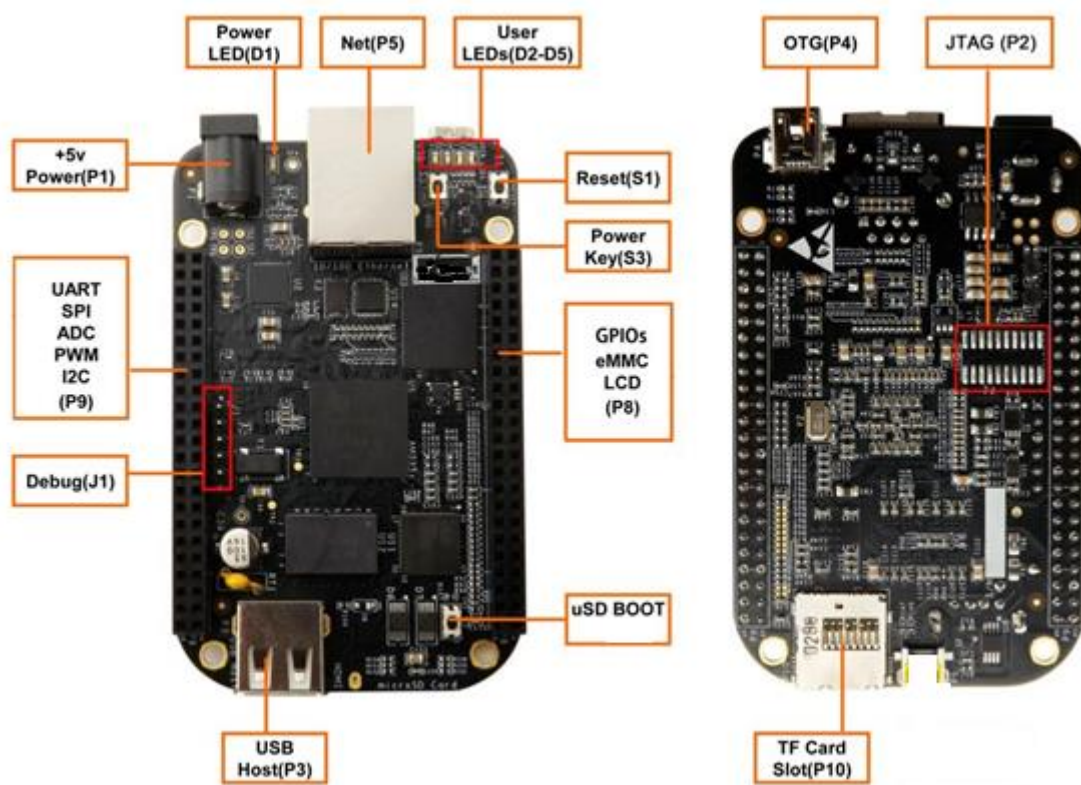

图 1 接口/按钮/LED
- 4) 将 MicroSD 卡插入龙泉 LS-BB-Black 的卡槽中，然后按住 uSD BOOT 按钮（请参考第 1 页上的图 1 接口/按钮/LED）并使用 USB 线缆接通电源；